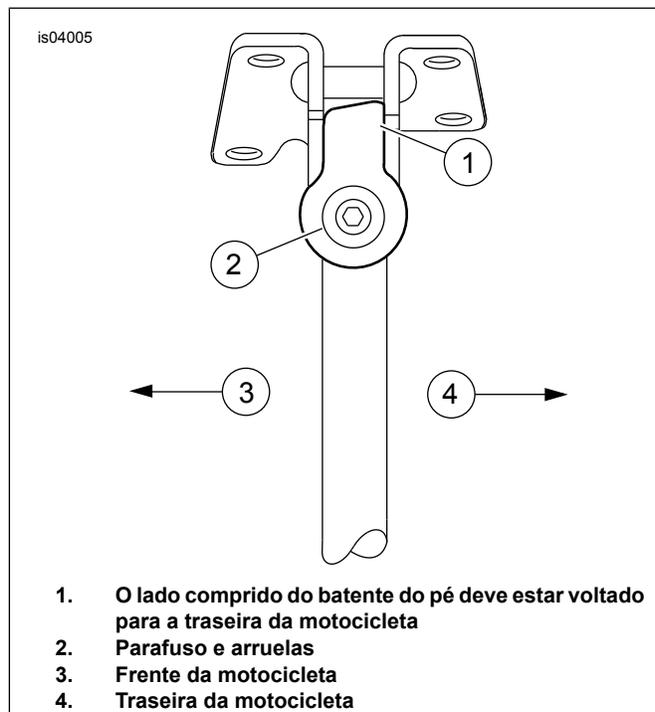

Figura 2. Orientação do batente do pé (posição totalmente para frente)
- Monte o conjunto do novo pé do cavalete lateral (2) do kit no suporte de montagem na motocicleta. Mantendo o cavalete lateral na posição toda para frente (para baixo), instale o batente do pé (E) sobre a extremidade quadrada. Certifique-se de que o texto estampado como "LADO PARA BAIXO" (DOWN SIDE) no batente do pé esteja voltado para baixo. Verifique se o lado comprido do batente do pé está voltado para a traseira da motocicleta (veja Figura 2). Prenda com a arruela lisa (D), a arruela de pressão (C) e o parafuso (B) removidos anteriormente.
- Instale a mola do pé do cavalete lateral (A). Aperte o parafuso (B) com torque de 16,3 a 20,3 N·m (144 a 180 lb·pol.).
- Instale a borracha protetora (3) do kit no furo da ponta levantada do pé do cavalete lateral.